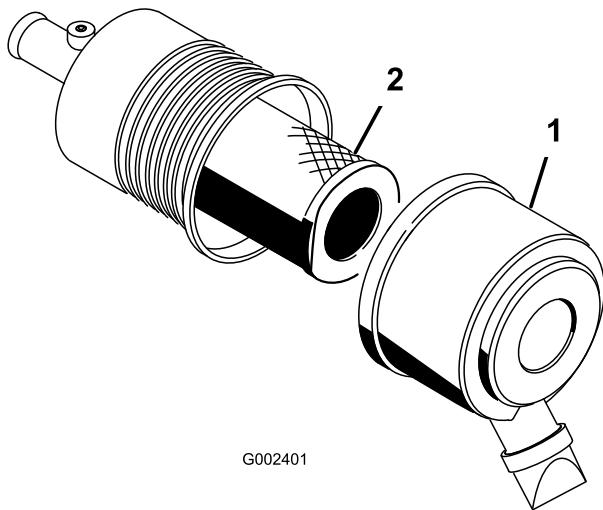

Bild 42
1. Lösen Sie die Riegel am Luftfilter und ziehen Sie die Abdeckung vom Luftfiltergehäuse ab (Bild 42).
3. Schieben Sie den Hauptfilter vorsichtig aus dem Luftfiltergehäuse heraus (Bild 42).
6. Wenn Sie den Sicherheitsfilter auswechseln, schieben Sie den neuen Filter vorsichtig in das Filtergehäuse (Bild 42).
7. Schieben Sie den Hauptluftfilter vorsichtig auf den Sicherheitsluftfilter (Bild 42).
8. Bringen Sie die Luftfilterabdeckung mit der Seite nach oben an und rasten Sie die Riegel ein (Bild 42).